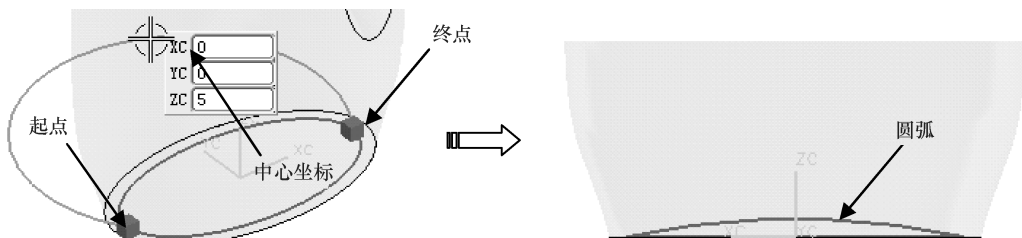

图 5-73 创建圆弧
- 24 按信息提示选择椭圆的两个分割点作为圆弧的起点和终点，然后在浮动文本框中输入圆弧的中点坐标参数【XC = 0、YC = 0、ZC = 5】，最后单击鼠标中键，完成圆弧的创建，如图 5-73 所示。